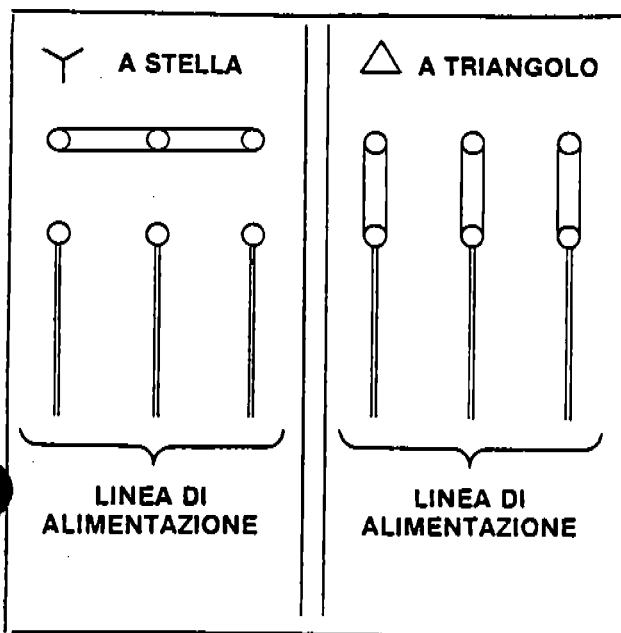
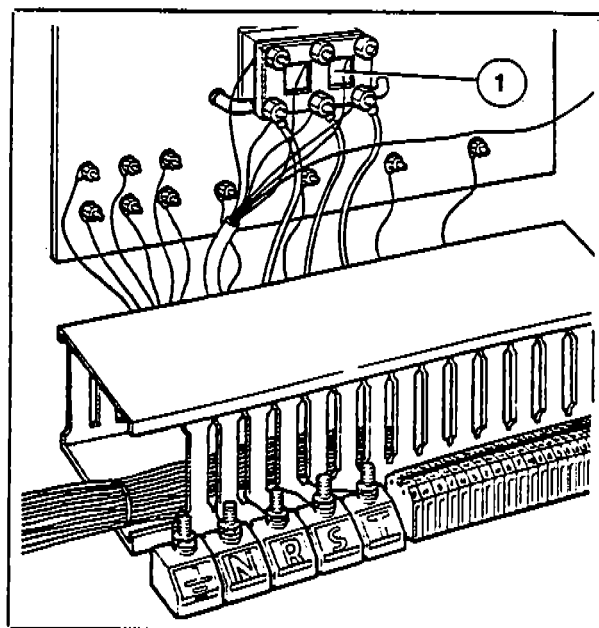

Fig. 1
Fig. 2
Power connections on the terminal board (Fig. 1):
The ride for U.S. are ready for 220 V 3 phases, to switch to 380 V 3 phases you must switch some connections on the terminal board and transformer (Fig. 1). Please contact our engineering department for more details.
- b) Collegare la linea di alimentazione esterna, controllare prima i collegamenti a stella (Y) o triangolo (Δ) sul trasformatore (1-Fig. 1), ai morsetti (R-S-T-N e —| |) del quadro elettrico (Fig. 1).
In caso di alimentazione esterna con voltaggio nominale V 220 trifase, il morsetto N (neutro) deve essere collegato al morsetto R (sulla stessa fase). Scambiare inoltre il collegamento sul trasformatore (1-Fig. 1) da stella (Y) a triangolo (Δ) (Fig. 2).